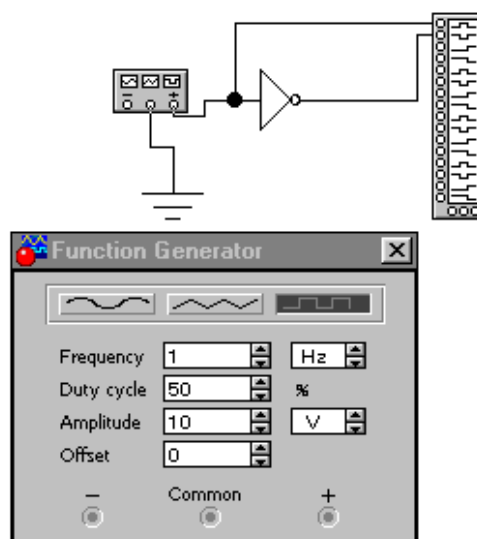

Fig. 2. Schema electrică a regimului dinamic cu elementul NU.
1.4. Construiți schema electrică prezentată în Fig. 2.